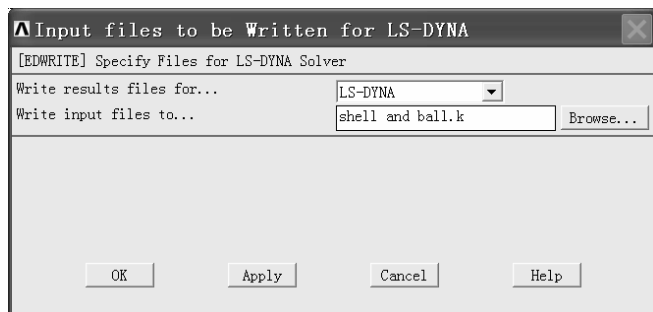

图 4-58 “Input files to be Written for LS-DYNA” 窗口
(3) 在 “Write input files to...” 窗口中 “文件名 (N):” 后的方框中输入 “shell and ball.k”，然后单击 “保存” 按钮，然后再回到 “Input files to be Written for LS-DYNA” 窗口 (见图 4-58)。